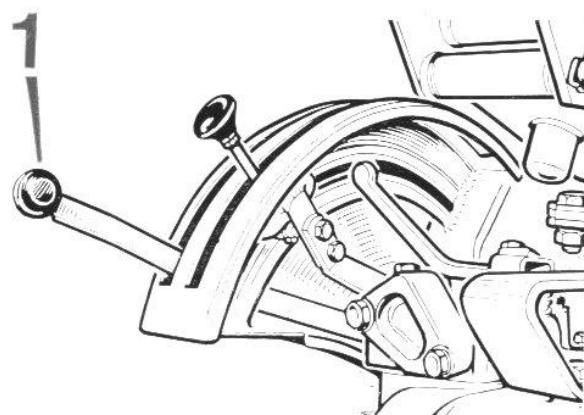
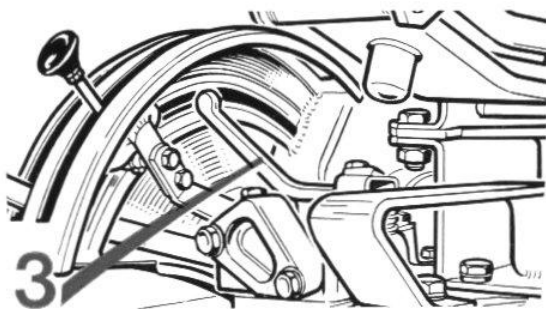

FIG. 20
FIG. 22
- POSITION 1 - vers le vérin du relevage et simultanément vers la prise de pression (4).
- POSITION 2 - vers un vérin simple effet branché sur la prise de pression (4). La commande de ce vérin s'effectue par l'intermédiaire du levier de contrôle de position (1, fig. 20) après avoir mis la manette de sensibilité (3, fig. 22) complètement en arrière en franchissant le point dur.